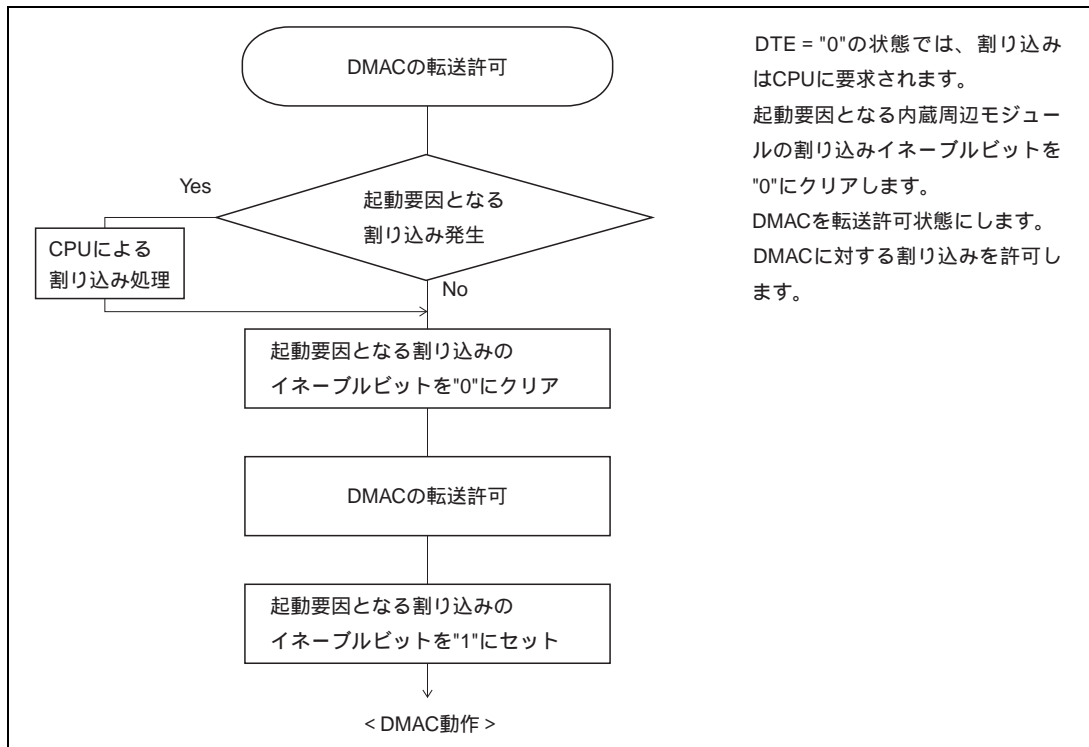

図 8.26 内蔵周辺モジュールが動作中に DMAC を転送許可状態にする場合の手順例
- (1) 内部割り込みでDMACを起動する場合、起動要因を選択してからDMACを転送許可状態にするまでの期間に選択した起動要因が発生しないようにしてください。すなわち、DMACを転送許可状態にした後、起動要因となる内蔵周辺モジュールを動作させてください。内蔵周辺モジュールの動作中にDMACを許可状態にする場合、図8.26の手順で行ってください。
なお、DTE = "1"なおかつ DTME = "0"の状態では、DMAC は停止状態であり、また CPU にも起動要因となる割り込みは要求されません。たとえば、NMI 割り込みにより、DMAC を停止状態にした場合は、起動要因となる割り込みは CPU には要求されません。このとき、DMAC 動作を打ち切る場合には、DTE ビットを"0"にクリアし、CPU に割り込みを要求させてください。DMAC 動作を継続する場合には、DTME ビットを"1"にセットする前後で、図 8.26 の 、 の操作を行ってください。